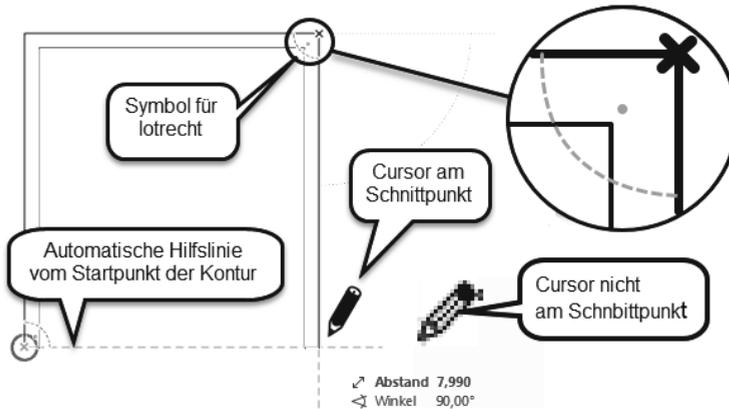

Abb. 1.27: Automatische Hilfslinien anstelle von Koordinateneingaben nutzen
- Die Favoriten können Sie über das Werkzeug  in der Symbolleiste STANDARD, das Menü FENSTER|PALETTEN|FAVORITEN oder Tastenkürzel [Strg]+[F] aktivieren. Mit diesem Werkzeug können Sie häufig benutzte Elemente in einer Liste zur schnellen Auswahl anzeigen lassen. *Eigene* Elemente mit bestimmten individuellen Voreinstellungen können Sie später aus dem GRUNDEINSTELLUNGEN-Dialogfenster jedes Werkzeugs mit der Schaltfläche FAVORITEN dort ablegen. Als Beispiel wird in Abbildung 1.27 eine Wand mit Wandstärke 50 cm als Favorit gespeichert: